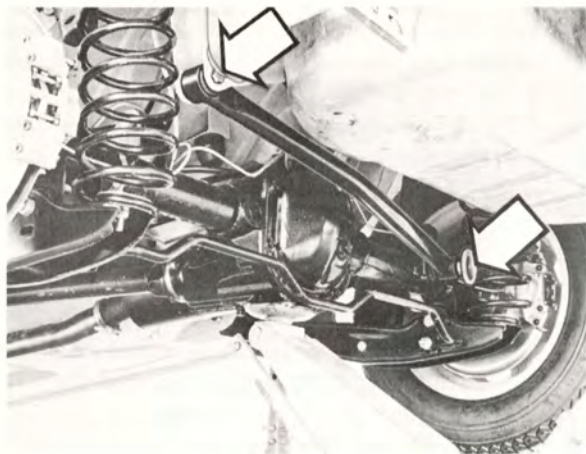

Bild 7-20.
2. Demontera tvärstaget från kaross och bakaxel (bild 7-20).